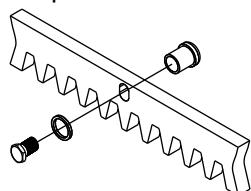

Fig. 8
**6.2.** fissare ad ogni elemento di cremagliera i nottolini di supporto mediante le relative viti di bloccaggio, avendo cura di posizionarli nella parte superiore dell'asola (Fig. 8);